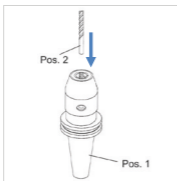

Abbildung 2: Werkzeug einfügen
2. Schieben Sie das Werkzeug (Pos. 2) mit dem Schaft voraus bis zum Anschlag in die Aufnahmebohrung des Bohrfutters (siehe „Abbildung 2: Werkzeug einfügen“).